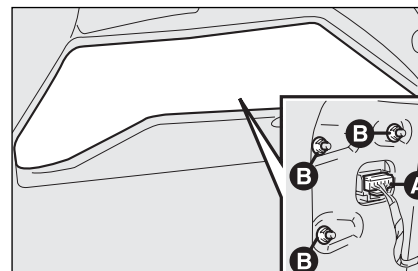

fig. 30
- ☐ por dentro da bagageira, desenfiar o conector **A**-**fig. 30**, desaparafuse as 3 porcas **B** servindo-se da extensão (se prevista) utilizada para apertar os parafusos da roda (fornecida pela fábrica com a caixa de ferramentas) e extrair o grupo óptico.